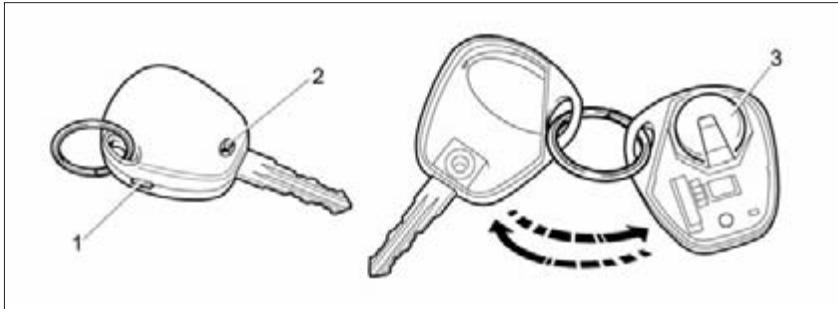

Рис. 57. Замена элемента питания пульта дистанционного управления
- выкрутите винт 2 (рис. 57) со стороны корпуса, противоположной кнопкам управления;